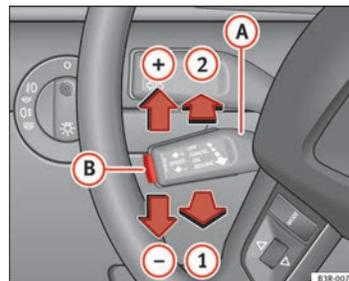

Fig. 145 Mandos del regulador de velocidad
- Tire de la palanca **A** hacia la posición \Rightarrow fig. 145 **1** para activar el sistema.
- Desplace la palanca **A** hacia arriba, en dirección a \Rightarrow fig. 145 **+**.
- Desplace la palanca **A** hacia abajo, en dirección a \Rightarrow fig. 145 **-**.
- Cada vez que pulse brevemente la palanca **A** hacia arriba, en dirección a \Rightarrow fig. 145 **+**, la velocidad programada aumentará en unos 2 km/h.
- Cada vez que pulse brevemente la palanca **A** hacia abajo, en dirección \Rightarrow fig. 145 **-**, la velocidad programada disminuirá en unos 2 km/h.
⇒ fig. 145 **B** (SET).
- Desplace la palanca **A** ⇒ fig. 145 a la posición **2** (encastrada).